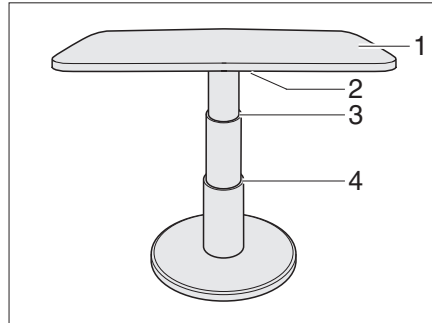

Fig. 81 Table à hauteur réglable de la dinette en U
- Faire basculer le levier de verrouillage (Fig. 81,2) vers la gauche. Le verrouillage est ouvert.
- Appuyer le plateau de table (Fig. 81,1) au milieu vers le bas jusqu'à la butée désirée (Fig. 81,3 ou 4) et le maintenir appuyé.
- Faire basculer le levier de verrouillage (Fig. 81,2) vers la gauche. La table à hauteur réglable est verrouillée.